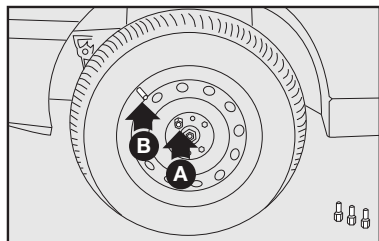

fig. 13
7) Atarraxar apenas um dos parafusos **A**—fig. 13, em correspondência com a válvula de enchimento **B**.